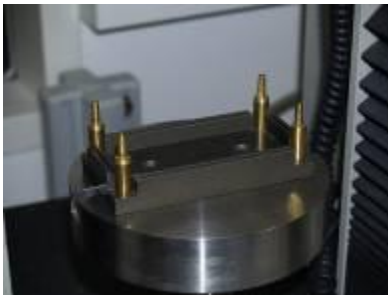

Bild 7: Gegenhalter
1. Gegenhalter auf eine gerade stabile Fläche montiert (siehe Bild 7)